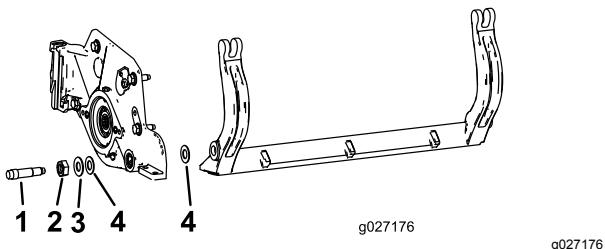

Figura 31
**Nota:** Guarde las 2 arandelas de nylon y la arandela de acero troquelado de cada extremo de la barra de asiento (Figura 31).
**Nota:** Coloque una arandela de nylon en cada lado del saliente de la chapa lateral. Coloque una arandela de acero por fuera de cada arandela de nylon (Figura 31).
**Nota:** Las arandelas del interior pueden tener cierta holgura (Figura 31).